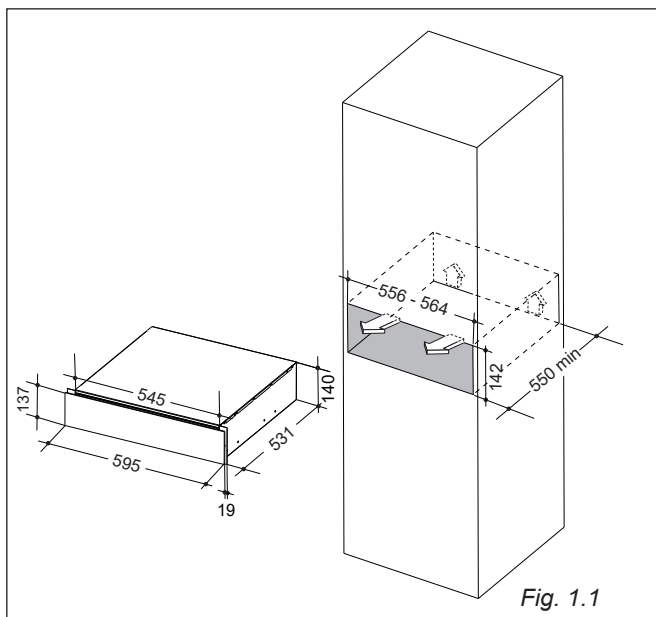

Fig. 1.1
- Per l'installazione è necessario creare un vano come illustrato nelle figure 1.1 o 1.2. La base del cassetto scaldavivande deve essere fatta appoggiare su dei supporti resistenti al peso.